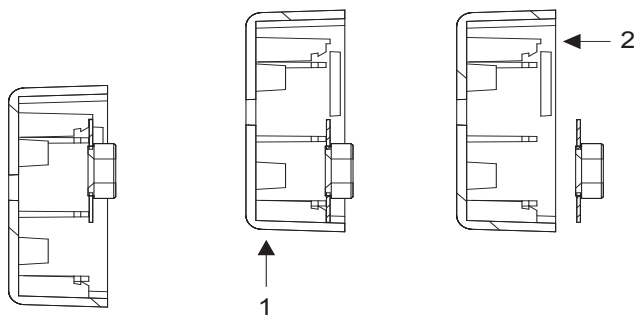

Fig.5
■ Demontera kontrollpanel (Fig. 5)